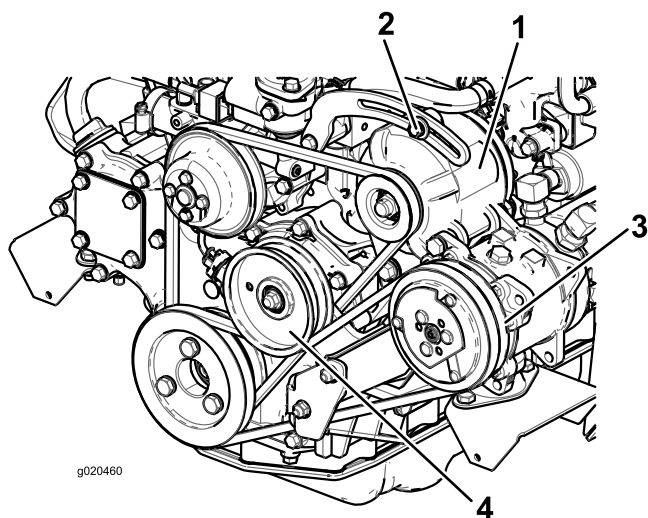

Figura 69
Compruebe la condición y la tensión de la correa (Figura 69) cada 100 horas de operación.
2. Si la desviación no es de 10 mm, afloje los pernos de montaje del alternador (Figura 69). Aumente o reduzca la tensión de la correa del alternador y apriete los pernos. Verifique de nuevo la desviación de la correa para asegurarse de que la tensión es la correcta.
2. Si la desviación no es de 10 mm, afloje el perno de montaje de la polea tensora (Figura 69). Aumente o reduzca la tensión de la correa del compresor y apriete el perno. Verifique de nuevo la desviación de la correa para asegurarse de que la tensión es la correcta.